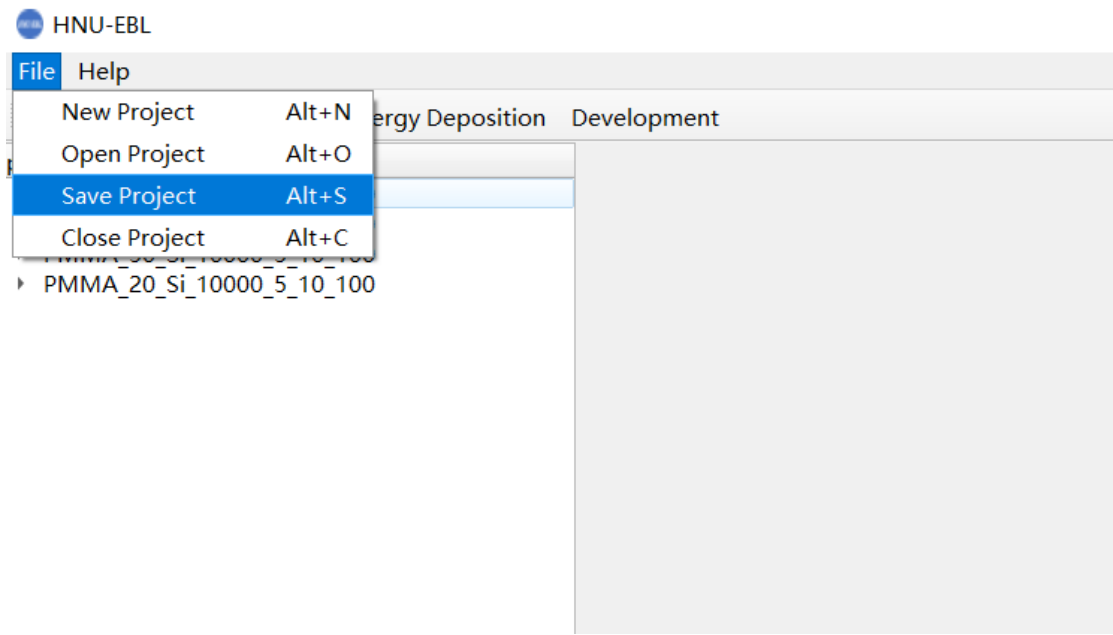

图 2.3.3 保存 Monte Carlo 计算结果界面
(3)Monte Carlo 模拟计算完成以后，点击软件主界面最上方“File”中的“Save Project”保存计算结果（如图 2.3.3）。（注意：请及时点击“Save Project”按钮保存工程）